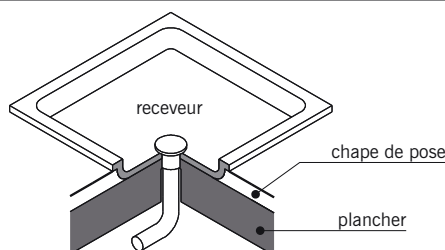

fig. 14.21
- Le **receveur à encastrer** mis en place dans l'épaisseur de la chape de pose du revêtement de sol. Une fois posé, il affleure ce dernier et évite l'effet de marche pour entrer et sortir de la douche (fig. 14.21).